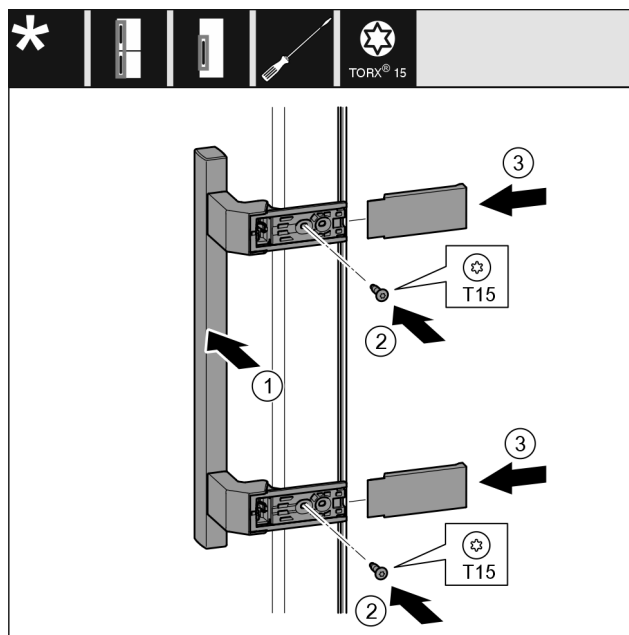

Fig. 33
- ▶ Nasad'te madlo Fig. 33 (1) na protilehlé straně.
- ▶ Šroubovákem šrouby Fig. 33 (2) pevně utáhněte.
- ▶ Kryty Fig. 33 (3) bočně nasad'te a nasuňte.